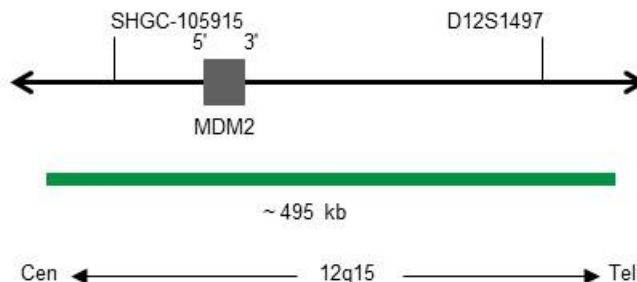

Abb. 1: SPEC MDM2 Sondenlokalisierung (nicht maßstabsgetreu)
- ZyGreen (Anregung 503 nm/Emission 528 nm) markierten Polynukleotiden (~10 ng/ μ l), die gegen Sequenzen in 12q15* (chr12:69,071,802-69,565,421) gerichtet sind, welche die MDM2-Genregion enthalten (siehe Abb. 1).